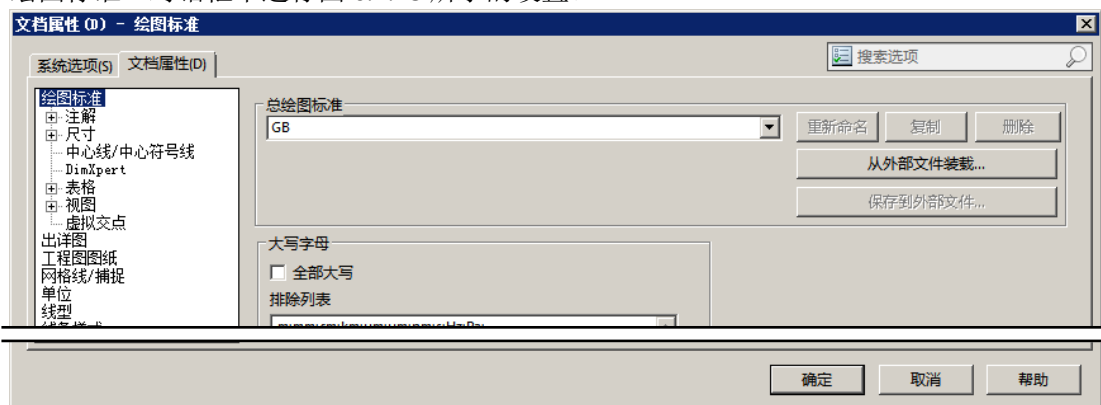

图 6.1.18 “文档属性(D) - 绘图标准”对话框
Step2. 单击 **文档属性(D)** 选项卡, 在该选项卡的左侧选择 **绘图标准** 选项, 在“文档属性(D) - 绘图标准”对话框中进行图 6.1.18 所示的设置。